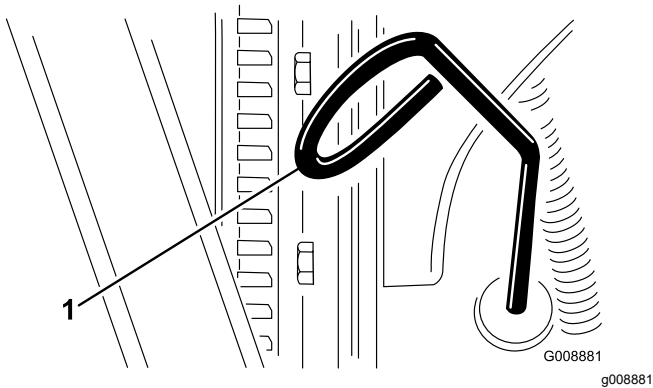

Figura 71
3. Togliete l'asta di livello ed asciugatela con un panno pulito (Figura 71).